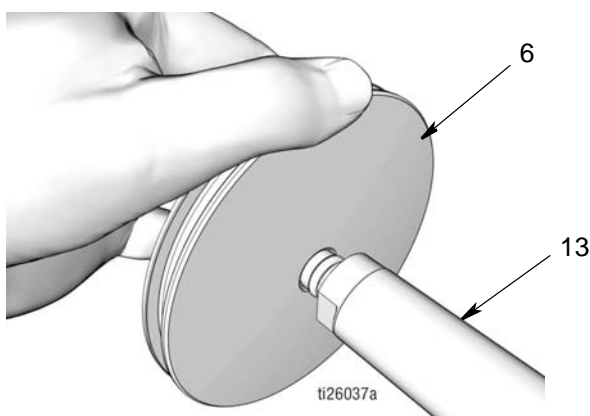

Рис. 48
- Насаживайте поршень (6) поверх конца штока поршня (13) до тех пор, пока он не будет сидеть на штоке (Рис. 48).